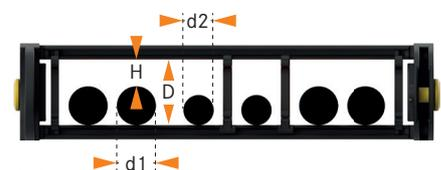

Abb. 3
3) Wenn mehrere Leitungen/Schläuche verwendet werden, sollte deren Reibung aneinander vermieden werden. Daher sollte versucht werden jedes Medium durch Trennstege von einander zu trennen. Wenn dies nicht möglich ist, überprüfen Sie, dass der Raum im Inneren keine Verdrehung der Leitungen/Schläuche zulässt. $H < d2$ oder bei Paaren aus Medienanschlüssen, die nicht voneinander getrennt sind, $\rightarrow d1 + d2 > D$ (**Abb. 3**)